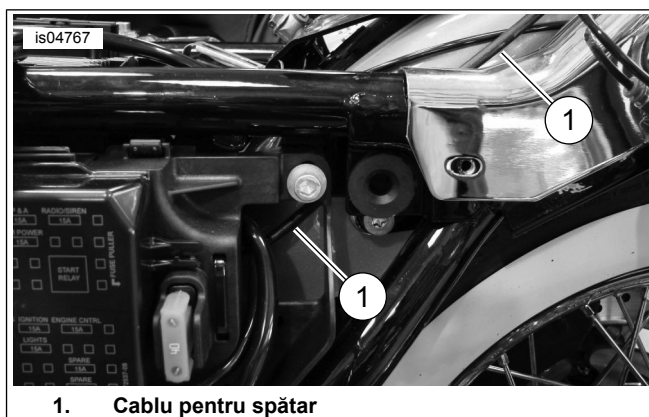

Figura 10. Orientarea cablului pentru spătar
15. Consultați Figura 10. Direcționați cablul (1) între compartimentul bateriei și caseta de siguranțe/electrică. Este posibil să fie necesar să se slăbească caseta electrică pentru a potrivi cablul între cadru și cutia electrică. Continuați să dirijați cablul (1) în sus din partea din spate a casetei electrice până în spațiul dintre cadru și aripa din spate, și în final în sus până la partea superioară a aripii spate și la suportul spătarului.
16. Consultați Figura 10. Finalizați dirijarea cablului (1) între compartimentul bateriei și caseta de siguranțe/electrică. Este posibil să fie necesar să se slăbească caseta electrică pentru a potrivi cablul între cadru și cutia electrică. Continuați să dirijați cablul (1) în sus din partea din spate a casetei electrice până în spațiul dintre cadru și aripa din spate, și în final în sus până la partea superioară a aripii spate și la suportul spătarului.